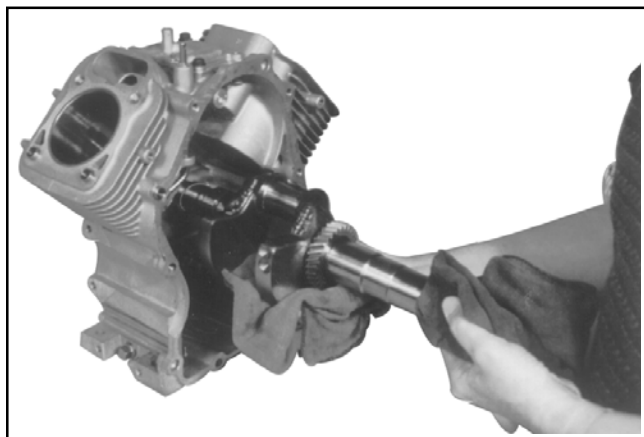

Figura 9-56. Rimozione dell'albero motore.
1. Estrarre con cautela l'albero motore dal carter. Vedere Figura 9-56.